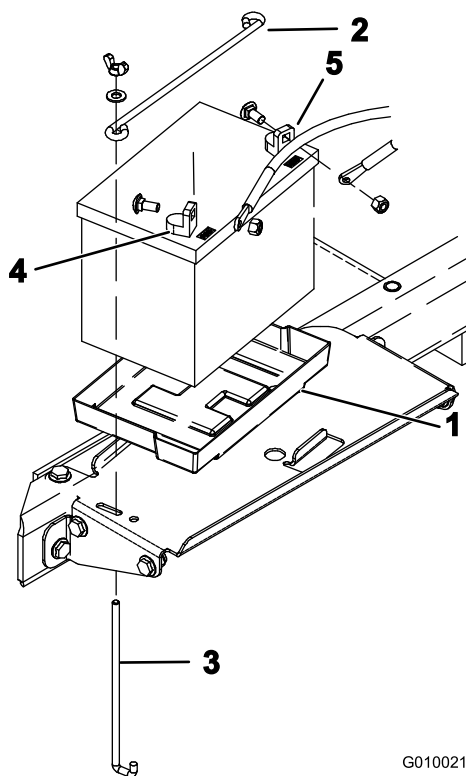

**Figura 14**
1. Montate la batteria nel vassoio del vano batteria (Figura 14). Posizionate la batteria con i morsetti rivolti verso l'esterno.